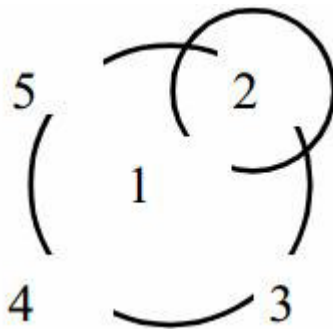

Рисунок 2 – Схема расположения прибора при проведении измерений
- Сместите условный центр прибора относительно первого измерения на 5...7 см по диагонали в положение «2 часа» (см. рис. 2) и проведите 2-е измерение (нажмите клавишу (M) и отойдите от прибора на один шаг) - на дисплее появится сообщение «ИЗМЕРЕНИЕ», а через 3 - 4 секунды - значение плотности во второй точке измерения:
- сместите условный центр прибора, ориентируясь по нарисованной окружности, на 5...7 см по диагонали в положение «2 часа» (см. рис.2) и проведите измерения плотности ρ_2 ;